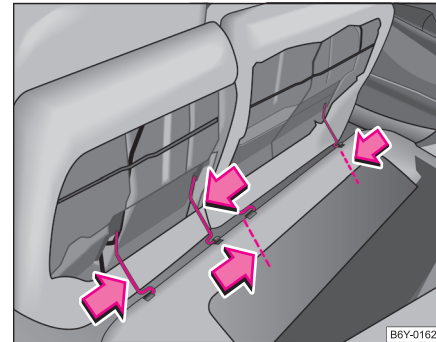

Abb. 56 Rücksitzflächen herausnehmen
- Drücken Sie die Drahtbügel in Pfeilrichtung ⇒ Abb. 56 und nehmen Sie die Rücksitzfläche aus der Halterung.